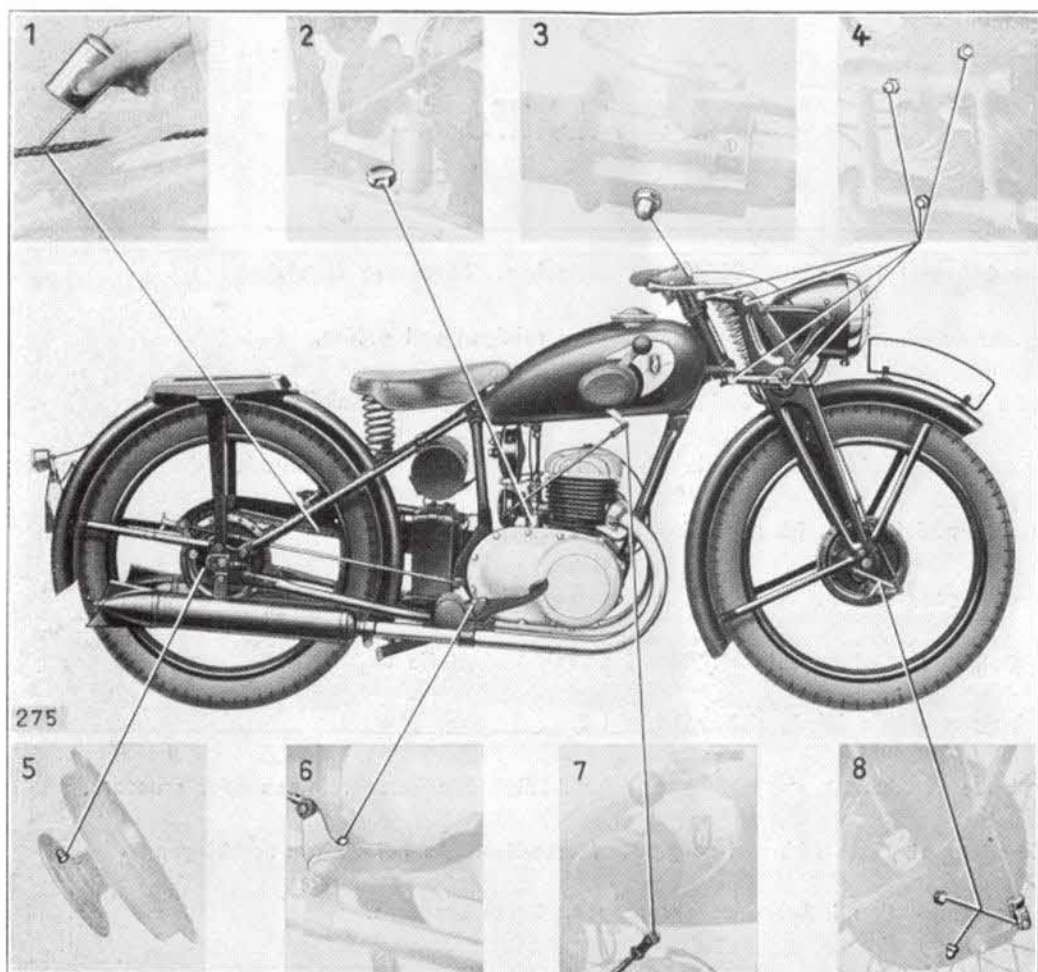

Bild 1 Hinterradantriebskette.
- Bild 1 2 Preßschmiernippel am Kickstartergehäuse.
- Bild 1 2 Preßschmiernippel am Kickstartergehäuse. WWW.ZUNDAPPFOOL.COM
Die Beseitigung des durch allmähliche Abnutzung entstandenen Spieles erfolgt für die Hinterradbremse an einer Knebelschraube (Bild 1 und 2) und für die Vorderradbremse an einer Stellschraube (Bild 3 und 4).